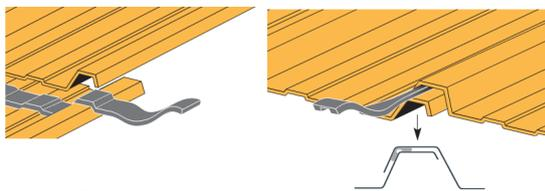

Figure 1 - Exemples de recouvrement transversal et longitudinal sur couverture métallique nervurée
**(2) Nom et adresse de la société :** FAYNOT INDUSTRIE SA - 08000 THILAY - FRANCE
**(3) Nom et adresse de l'usine productrice :** Non produit dans nos usines
**(4) Schémas :**
**(5) Caractéristiques des matériaux :**
**(6) Conditions de mise en oeuvre :**
- La compression de la section du mastic, lors de la mise en oeuvre du deuxième élément de couverture ou bardage, doit être de l'ordre de 30 % de l'épaisseur ou du diamètre initial (figures 1 et 2).